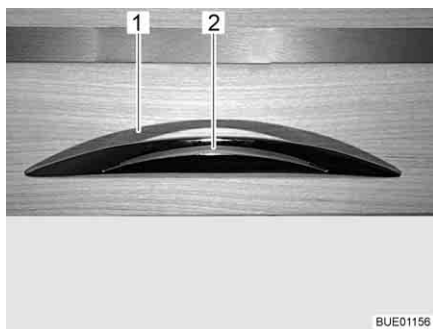

Fig. 49 Trampilla de mueble con tirador de desbloqueo
- Presionar el tirador de desbloqueo (Fig. 49,2) y mantenerlo presionado.
- Tirar del tirador de desbloqueo (Fig. 49,1) hasta que la trampilla de mueble esté abierta.